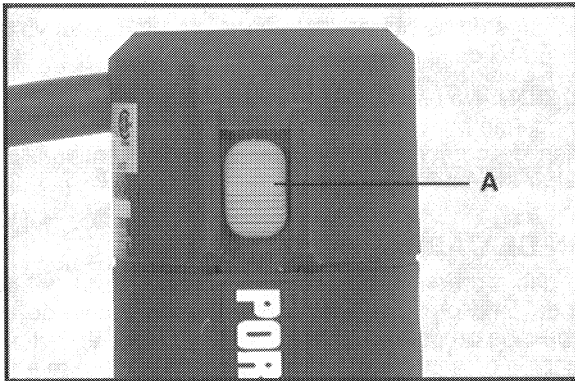

Fig. 1
El motor está apagado, "OFF", cuando el interruptor (A) Fig. 1, está en la posición superior. El motor está en marcha, "ON", cuando el interruptor está en la posición inferior.